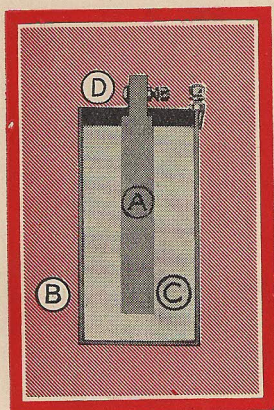

Fig. 4. Coupe d'une pile sèche.
Les piles de ce genre contiennent du liquide, de sorte qu'elles ne sont pas faciles à manier. Pour remédier à cet inconvénient, on introduisit des piles sèches, employées aujourd'hui pour les lampes électriques de poche. Elles fonctionnent de la même manière que les autres, mais le liquide immobilisé est contenu dans un vase de zinc placé à l'intérieur. (Fig. 4, B). L'électrode positive (A) est constituée par une tige de zinc et entourée par du bioxyde de manganèse. Le tout est recouvert de poix ou par une autre substance imperméable servant d'isolateur. (D).